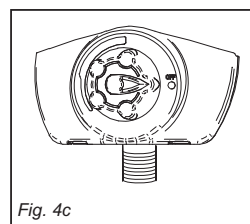

Fig. 4c
- **Toestelcategorie I 3B/P (50):** Schroef een slang die aan beide uiteinden van correcte passtukken (met een draad) werd voorzien aan de linkse Britse kwartduimdraad van de Klep (O) (Fig.4c). Koppel de juiste 50 millibar-Regelaar aan het andere eind van de slang. De slang moet voldoen aan het DIN-voorschrift 4815 deel 2, of overeenkomstige bepalingen.